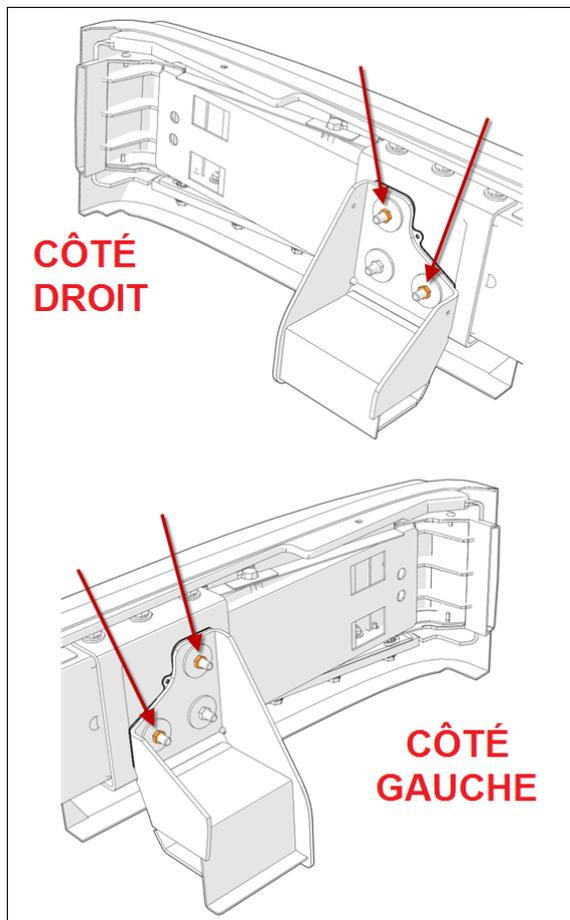

FIGURE 4
5. Localiser les vis et les écrous de montage du pare-chocs sur le côté droit et sur le côté gauche (Figure 4).